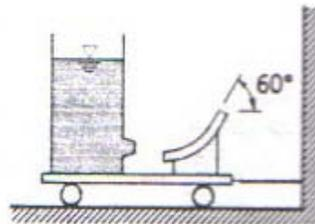

Figura 7
**P8.** Un gran estanque se coloca sobre un carrito. Desde el estanque se emite agua a través de una tobera de  $600 [mm^2]$  a una velocidad de  $10 [m/s]$ . Suponga que el estanque es muy grande. Un álabe que desvía el agua  $60^\circ$  se une al carrito. Determine la tensión en el alambre que mantiene al carrito fijo y la fuerza que el carrito ejerce sobre él (figura 7).